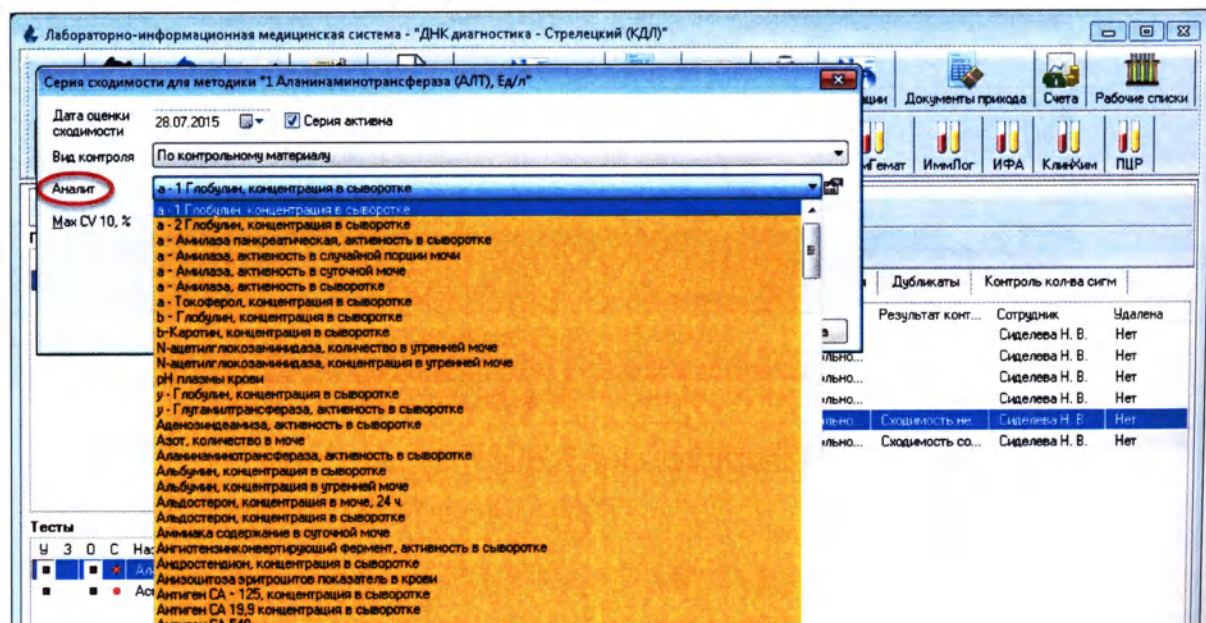

Рисунок 12.9
6. Из выпадающего списка выберите «Аналит» (Рисунок 12.9):